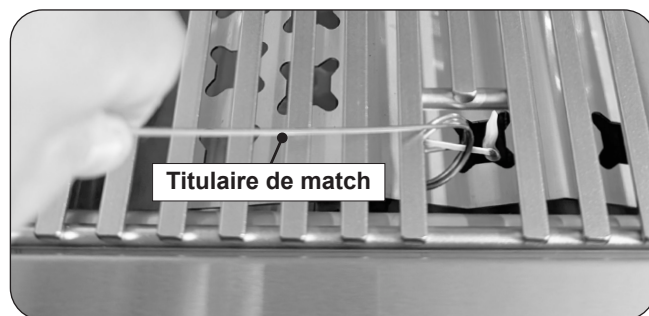

Fig. 34-2 - Éclairage manuel
2. Insérez soit un brûlant long baril briquet au butane, un match à longue tige de brûlure, ou une allumette en feu détenues par un titulaire d'extension À travers les grilles de cuisson du brûleur (Fig. 34-2). Pour backburners (si équipé), maintenez la flamme contre le matériau perforé de la veilleuse.
4. Si le brûleur ne se allume pas dans les cinq (5) secondes de tourner le bouton de commande, **appuyez immédiatement sur le bouton et tournez la valve sur OFF**. ATTENDEZ CINQ (5) MINUTES avant de répéter les étapes 2 à 4 des instructions du MANUEL D'ÉCLAIRAGE.